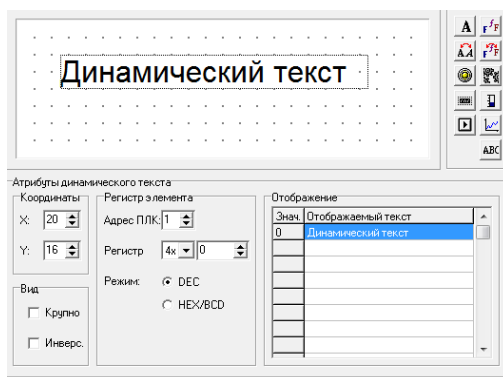

Рис. 4.6. Динамический текст
1. Нажать кнопку  . Откроется область задания параметров изменяющихся текстов (см. рис. 4.6).